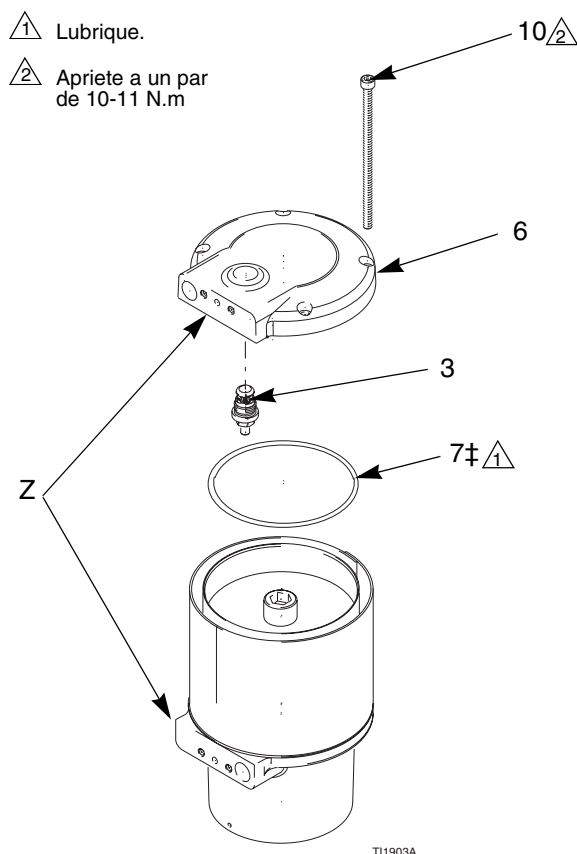

FIG. 8. Tapa superior
3. Retire los tornillos (10). Levante la tapa superior (6) del motor neumático. De vuelta a la tapa y retire la válvula piloto (3). Retire la junta tórica (7). Vea FIG. 8.
5. Instale la junta tórica (7†) y la válvula piloto (3) en la superior interior de la tapa superior (6). Lubrique la junta tórica. Instale la tapa superior (6), asegurándose de que el orificio de la válvula de aire (Z) está orientado en la misma dirección que el orificio de la base. Apriete los tornillos (10) a un par de 10–11 N.m. Vea FIG. 8.